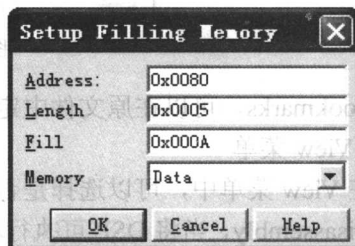

图 1.10 存储块填充对话框
- **Memory→Fill**，将一段存储块全部填入一固定的值。单击此命令，将打开如图 1.10 所示的对话框。对话框所示为从 0x0080 开始的长度为 5 的数据段存储器中的值全部改为 0x000A。